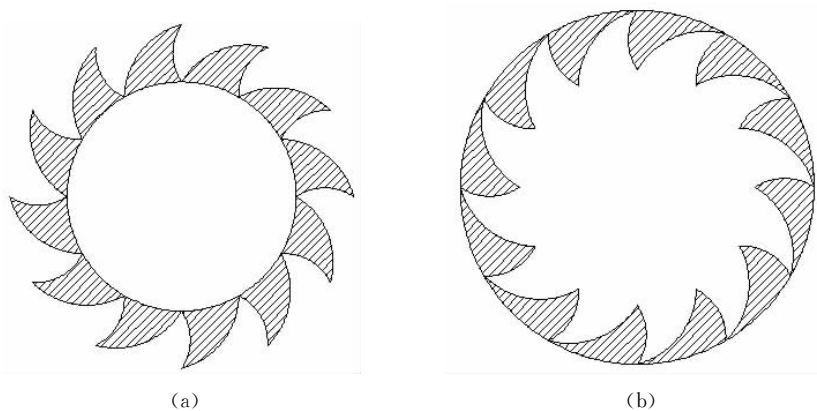

图 3-48 齿轮
例如,创建如图 3-48 所示的图形。
(4) 利用图案填充, 得到如图 3-48(a)和图 3-48(b)所示的图形。